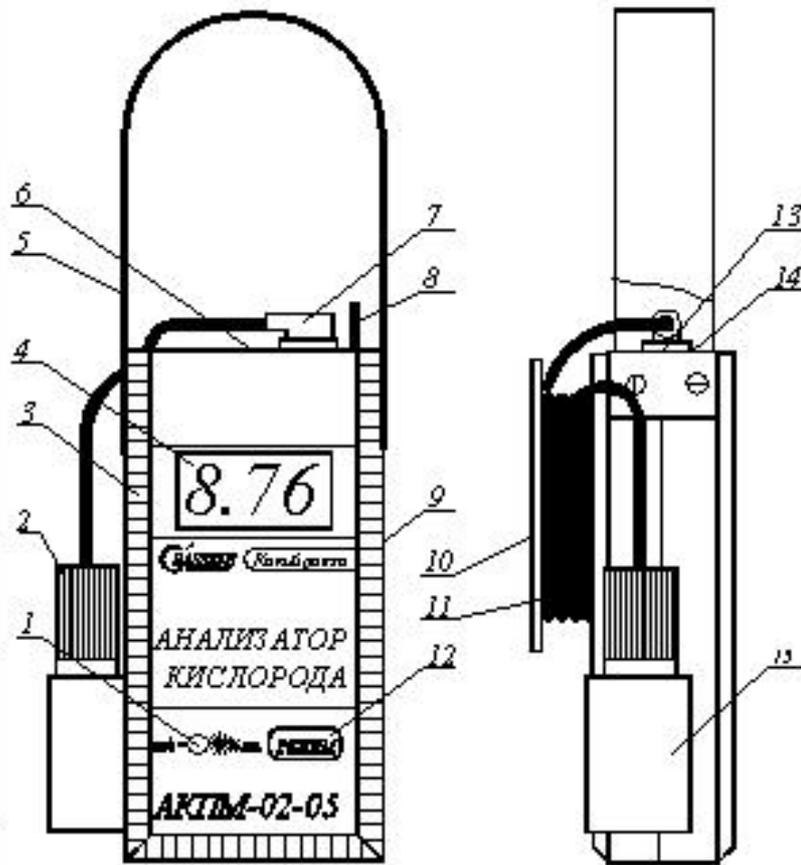

Рис. 2.
1. К розетке 7 (см. рис. 2) подключить имитатор нуля (входит в комплект поставки). С помощью клавиши «Режим» перевести анализатор в режим измерения «мг/л». Показания анализатора должны быть равны нулю (в противном случае установить их равными нулю с помощью потенциометра 6 («Ноль»). К розетке 16 токового выхода анализатора (контакты 1 и 4) подключить миллиамперметр. С помощью потенциометра 17 («0/4 мА») установить показания миллиамперметра на значение 0.00 – 0.02 мА.
2. К розетке 7 (см. рис. 2) подключить имитатор “10.0” (входит в комплект поставки). После достижения устойчивых показаний произвести их отсчет и запомнить. Потенциометром 9 “КАЛИБРОВКА” установить показания анализатора на значение 10.0 ± 0.05 . С помощью потенциометра 18 («5/20 мА») установить показания миллиамперметра на значение 5 мА. Установить потенциометром 9 “Калибровка” показания анализатора на прежнее значение.
2. К розетке 7 (см. рис. 2) подключить имитатор “10.0” (входит в комплект поставки). После достижения устойчивых показаний произвести их отсчет и запомнить. Потенциометром 9 “КАЛИБРОВКА” установить показания анализатора на значение 10.0 ± 0.05 . С помощью потенциометра 18 («5/20 мА») установить показания миллиамперметра на значение 20 мА. Установить потенциометром 9 “Калибровка” показания анализатора на прежнее значение.
1. К розетке 7 (см. рис. 2) подключить имитатор нуля (входит в комплект поставки). С помощью клавиши «Режим» перевести анализатор в режим измерения «мг/л». Показания анализатора должны быть равны нулю (в противном случае установить их равными нулю с помощью потенциометра 6 («Ноль»). К розетке 16 токового выхода анализатора (контакты 1 и 4) подключить
2. К розетке 7 (см. рис. 2) подключить имитатор “10.0” (входит в комплект поставки). После достижения устойчивых показаний произвести их отсчет и запомнить. Потенциометром 9 “КАЛИБРОВКА” установить показания анализатора на значение 10.0 ± 0.05 . С помощью потенциометра 18 («5/20 мА») установить показания миллиамперметра на значение 16 мА.